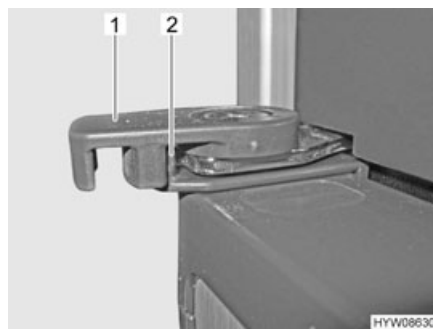

Fig. 107 Leva di serraggio (posizione di bloccaggio)
- Ruotare la leva di serraggio (Fig. 107,1) verso l'esterno.
- Ruotare la leva di serraggio (Fig. 107,1) verso il centro del frigorifero. La rientranza interna della leva di serraggio deve essere riportata nel nasello di chiusura (Fig. 107,2).